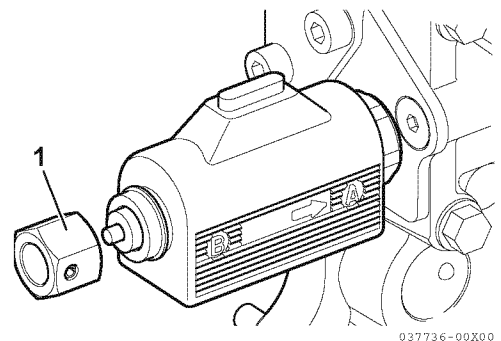

Abbildung 10
- Die Notmutter (1, **Abbildung 10**) umdrehen und auf das Elektroventil schrauben.